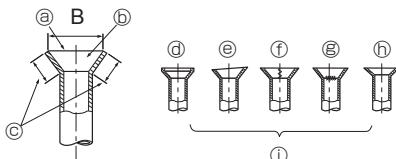

Fig. 4-7
4.2.5. Ελέγχετε τα παρακάτω (Fig. 4-7)